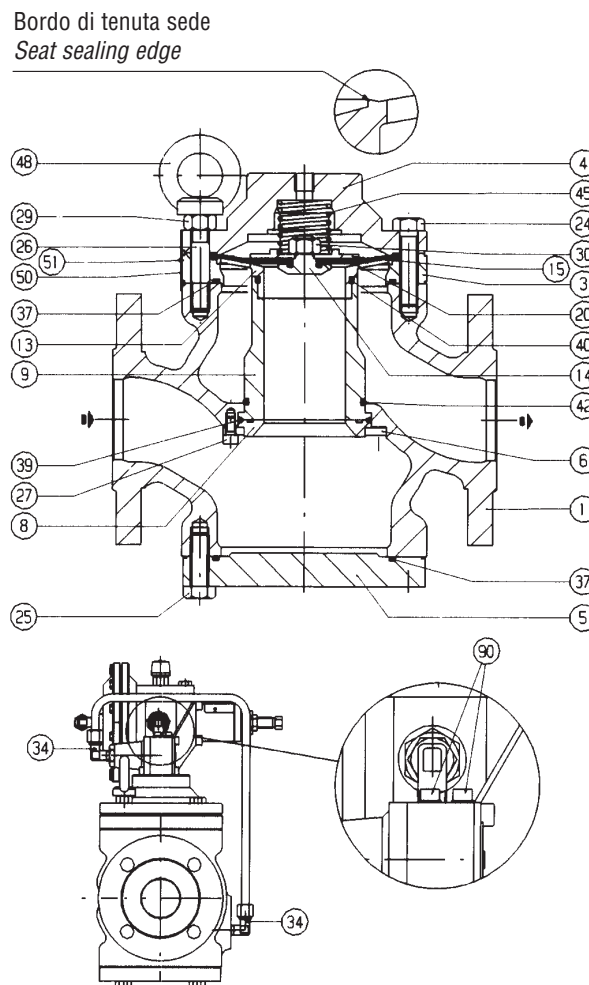

Fig. 25
6.1 TAB. 14 REGOLATORE APERVAL (FIG. 25)
6.1 TAB. 14 APERVAL REGULATOR (FIG. 25)
SMONTAGGIO E RIMONTAGGIO Regolatore singolo (fig. 25)
DISASSEMBLY AND RE-ASSEMBLY Single regulator (fig. 25)
- 1) Scollegare i tubi di collegamento tra i raccordi (33) e (34), e tra il pilota e la presa di pressione di valle.
- 2) Togliere le viti (90) (fig. 25) e staccare il gruppo AR73 + 30./.. dal coperchio (4) del regolatore.
- 3) Togliere le viti (71) e sollevare il coperchio.
- 5) Svitare i golfari (79) e i dadi (68), e sollevare la flangia (58).
- 6) Estrarre il cestello (64) con le guarnizioni (87) e (88).
- 7) Togliere i tiranti (66) e (67) e il fasciame (60).
- 8) Togliere le viti (69), le rondelle (70) e quindi la flangia (59).